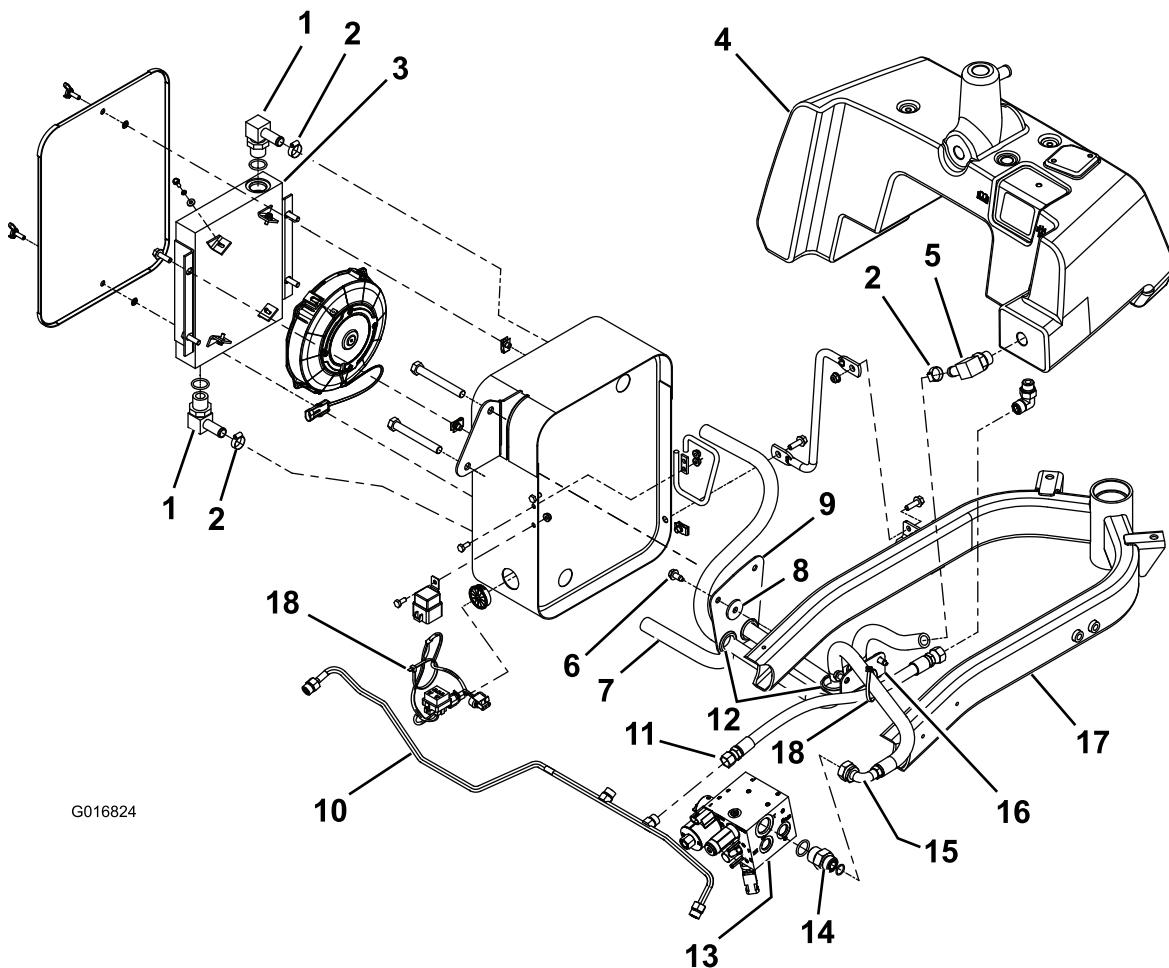

Figura 2
1. Afloje las 4 fijaciones que sujetan el armazón del depósito al bastidor de la máquina (Figura 2), y mueva el depósito hacia atrás.
3. Sujete las pletinas perforadas grande y pequeña al lado derecho del bastidor de la máquina con pernos autorroscantes (Figura 2).
Nota: Introduzca un espaciador entre la pletina perforada grande y el bastidor de la máquina (Figura 2).
4. Retire el acoplamiento recto del bloque colector hidráulico y sustitúyalo con un adaptador recto de las piezas sueltas (Figura 2).
5. Instale en su lugar un acoplamiento de 90 grados de las piezas sueltas, y sujetelo al tubo hidráulico con una abrazadera (Figura 2).
6. Enrute provisionalmente las mangueras hidráulicas (Figura 2), pero **no sujetelas mangueras con sujetacables**.
7. Instale 2 acoplamientos dentados (90 grados) en el enfriador de aceite, con los extremos abiertos hacia la parte trasera (ventilador) del enfriador de aceite (Figura 2).
Nota: Instale anillos de goma según se indica en Figura 2.
8. Retire la manguera (pieza 10 en Figura 2) del tubo hidráulico.